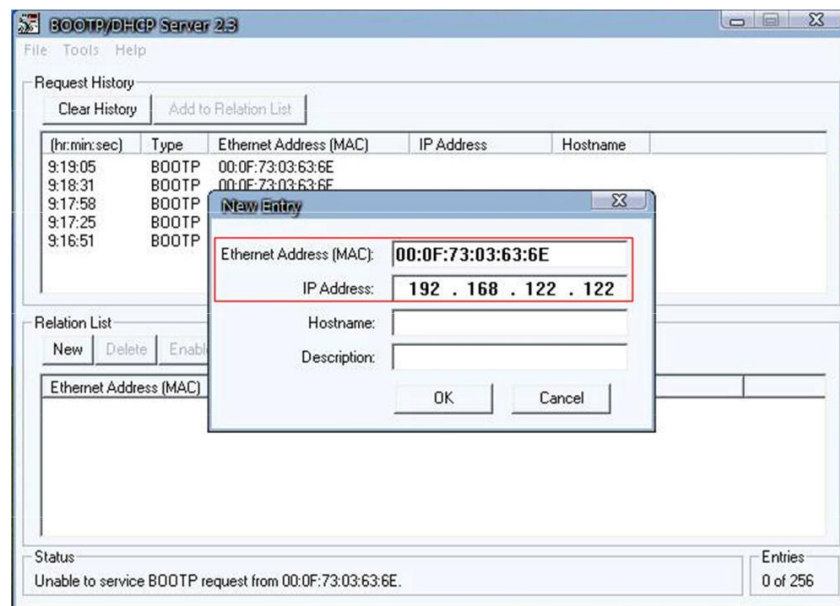

Figura 10. Asignación de la MAC e IP del PLC.
- Luego se da clic en *new* para asignar la dirección MAC e IP del PLC, véase figura 10. En este punto usar los valores que se muestran en la figura 10.
- La dirección MAC del PLC debe ser detectada automáticamente en la parte superior de la ventana desplegada (figura 10), de lo contrario vaya al menú del PLC y seleccione las opciones *Advance set > ENET Cfg* y observara la MAC.